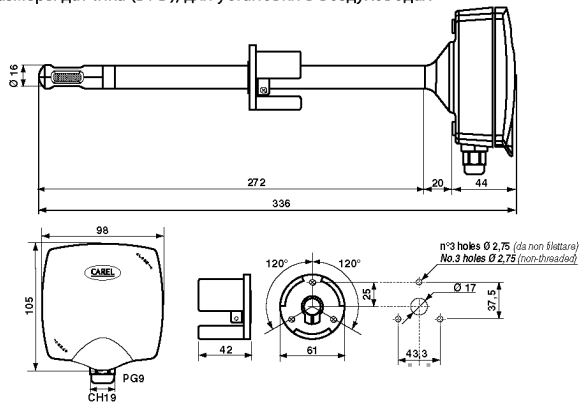

Рис. 1
- На Рис. 1 и 2 показаны точки крепления датчиков. Использовать только крепежные винты, входящие в комплект поставки.